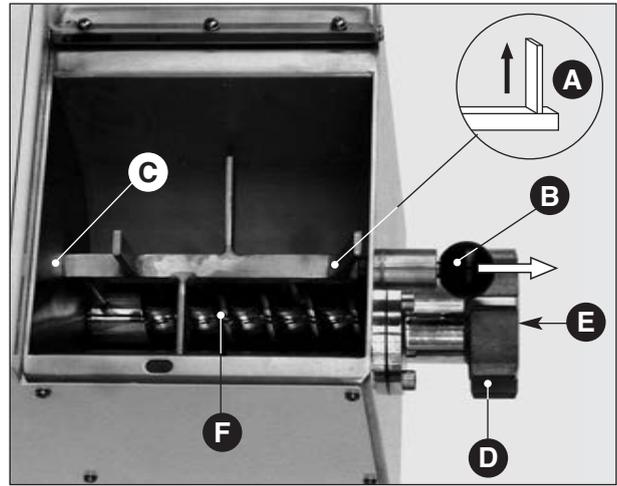

Fig. 13
est en position verticale haute (**Fig. 13 A**) (on ne peut démonter la pièce que dans cette position). Pour le modèle TR 70: démonter le malaxeur, tirer le pommeau (**Fig. 13 B**) jusqu'à dégager le malaxeur; pour le modèle TR 75/E: démonter le malaxeur en dévissant le support mobile extérieur jusqu'à dégager le malaxeur (**Fig. 13 bis A**).
Désengager l'arbre carré de son logement (**Fig. 13 C**) et tourner simultanément l'extrémité externe vers le haut. Pour le montage de la pièce, opérer dans le sens inverse en faisant attention à aligner le siège central de l'arbre avec le centreur du support mobile; puis relâcher le pommeau.
- Douille (**Fig. 13 D**) et filière (**Fig. 13 E**): dévisser la douille à la main, en faisant attention dès que la douille sort de son logement à ne pas faire tomber les pièces (il ne faut pas se faire mal, ni endommager les pièces).
- Vis de sélection (**Fig. 13 F**): une fois que la douille est démontée avec la filière, on peut extraire la vis de sélection facilement en la prenant par l'extrémité interne et en la poussant en-dehors de la spirale.
Fig. 13 bis